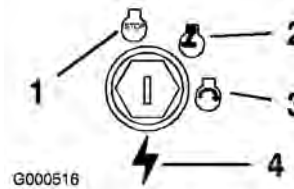

Figure 10
3. Tournez la clé de contact en position Contact coupé (Figure 10).